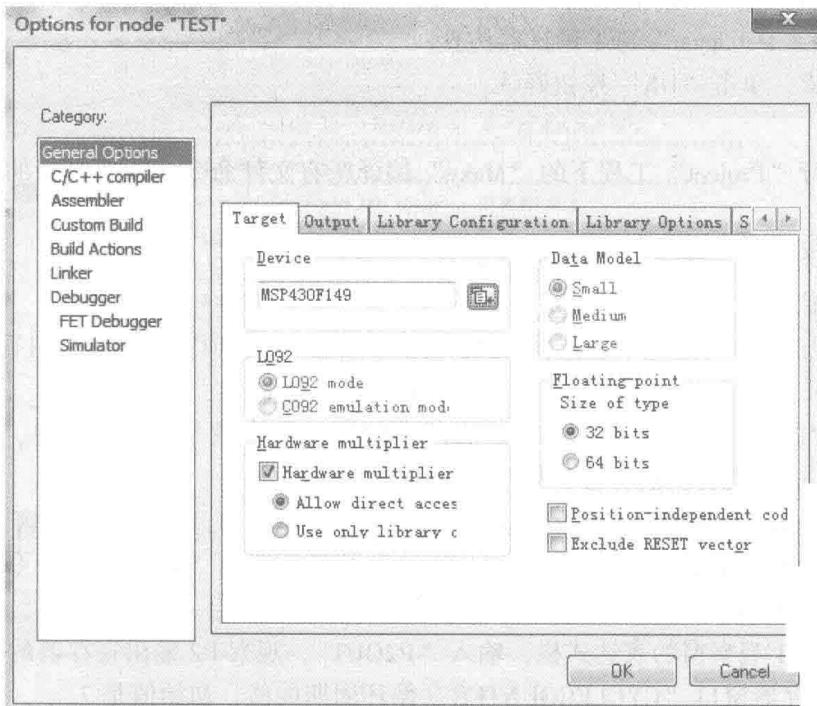

图 1-11 工程文件设置界面
1) 右键单击 TEST\_Debug，在弹出的快捷菜单中，选择 Options 进行工程文件设置，如图 1-11 所示。